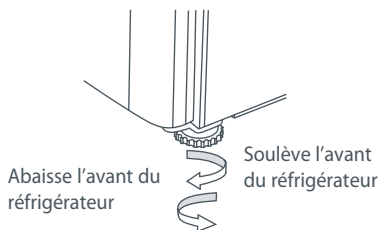

Fig.10 Pied du réfrigérateur
- C Dévissez les pieds avant jusqu'à ce que le réfrigérateur soit incliné vers l'arrière, soit jusqu'à ce que la partie avant soit environ $\frac{3}{8}$ po (10 mm) plus haute que la partie arrière. Il sera ainsi plus facile de fermer la porte. (reportez-vous à la figure 10).